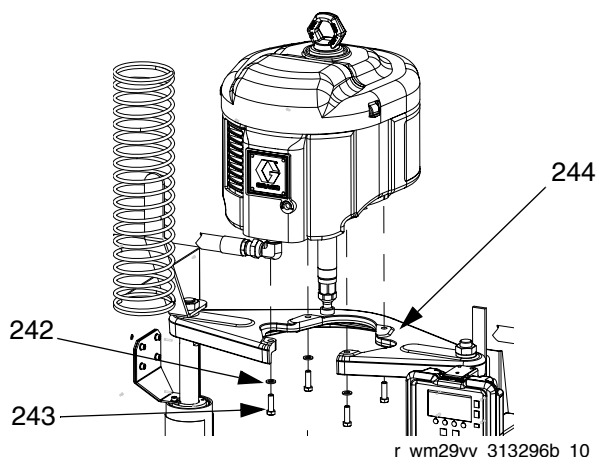

Рис. 36: D60 с небольшой опорной емкостью – снятие пневматического двигателя
Для меньших опорных емкостей (системы подачи D60 на 3 дюйма): С помощью соответствующего подъемного устройства соедините двигатель с монтажной пластиной (244), используя винты (243) и шайбы (242). См. Рис. 36.